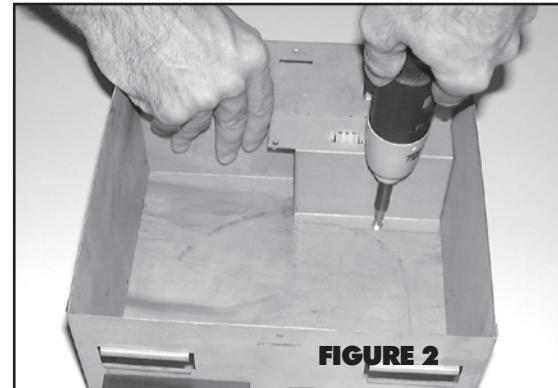

FIGURE 2
4. Remove screw that holds electrical box cover. (Fig. 2)
4. Quite el tornillo que sujetla la cubierta de la caja eléctrica. (Fig. 2)
4. Retirer la vis qui tient le couvercle du boîtier électrique fixé à l'enveloppe. (Fig. 2)